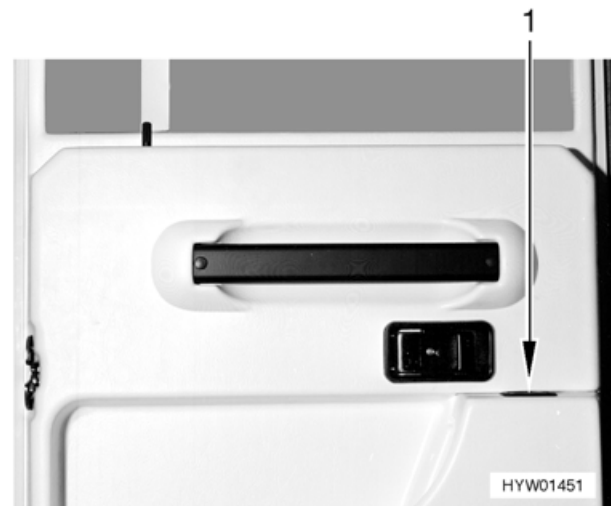

Bild 14 Schalter für elektrischen Fensterheber in der Fahrertür
- Schalter (Bild 14,1) drücken.